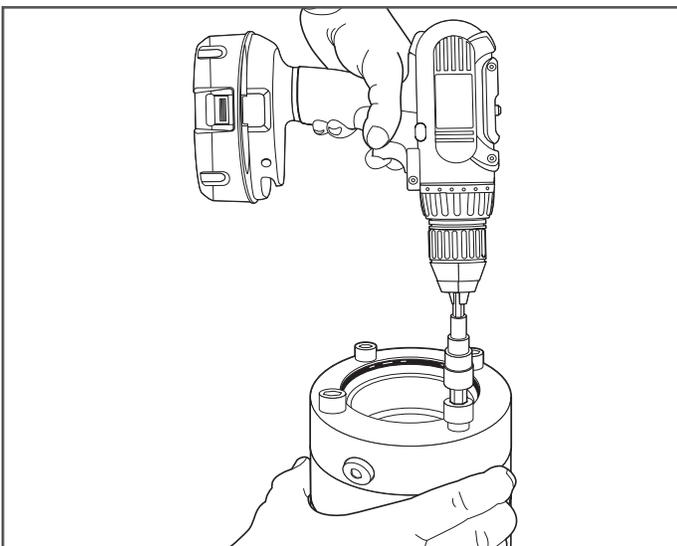

Figura 7-7
8. Afloje los tornillos con cabeza. (Figura 7-7)